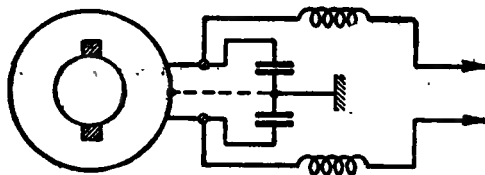
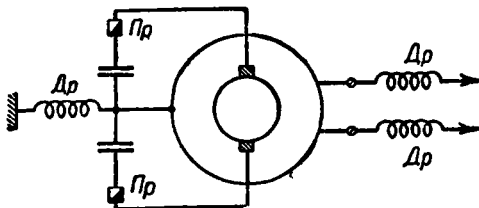

Рис. 6
Рис. 8a
3. Когда все перечисленные выше меры оказываются недостаточными, приходится дополнительно еще включать в подводящие провода дроссели (рис. 6, 7 и 8), иногда бывает полезно включить дроссель в заземляющий провод (рис. 8a).